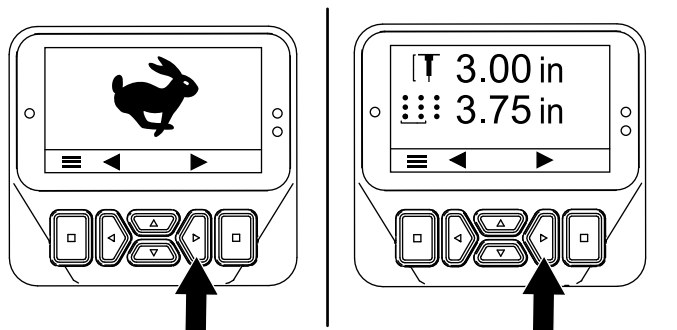
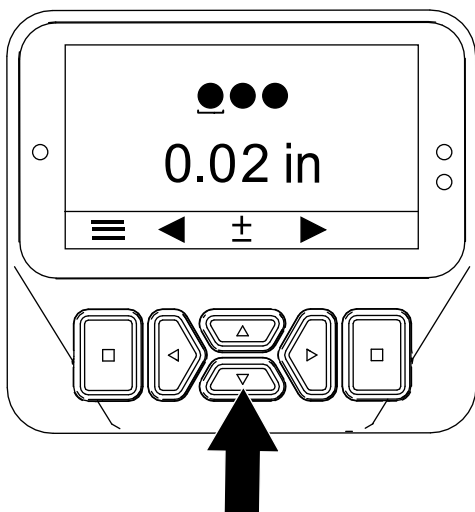

図 55
図 56
3. [タイン直径の設定] 画面が表示されるまで、右ボタンを押す(図 55と図 56)。
4. 次のように上下ボタン (図 56) を使ってタインの直径を調整する。